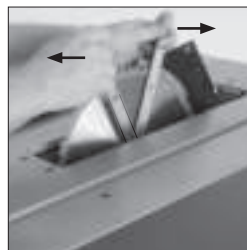

Fig. 49
- Munissez-vous des deux clés fournies pour le changement de la lame. Une de ces clés permet de tenir l'arbre moteur et l'autre, de retirer l'écrou de l'arbre (**Fig. 49**).